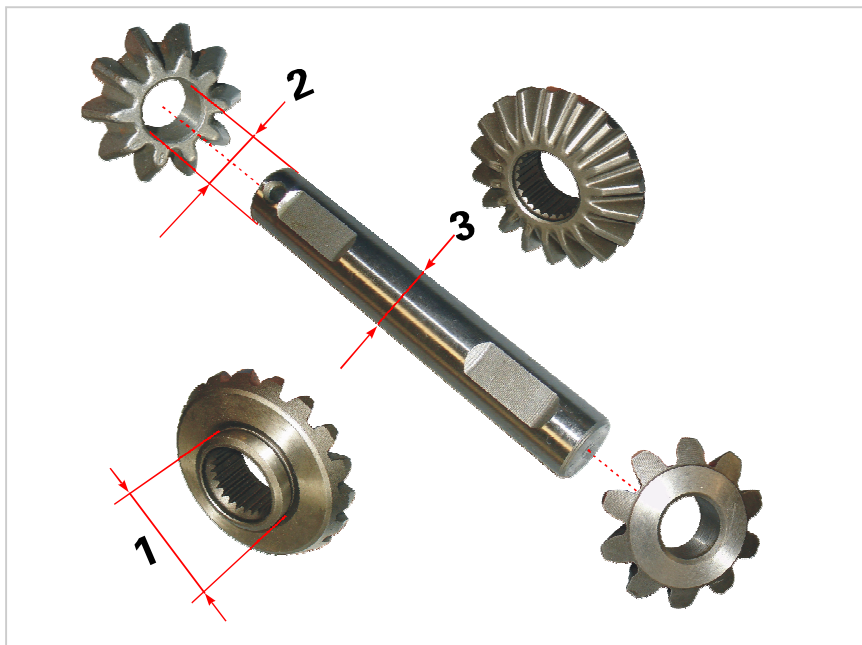

图4-55 半轴齿轮、行星齿轮和行星齿轮轴的检查部位
2. 检查半轴齿轮、行星齿轮和行星齿轮轴的磨损或损坏（图4-55和表4-15）。